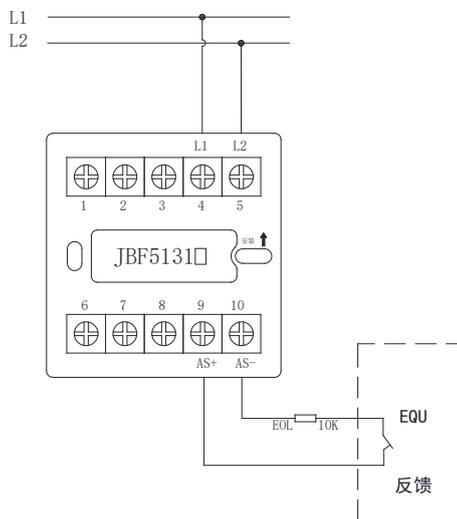

图 4 接线方式:监视无源断开应答的现场设备
- 监视无源断开应答的现场设备时：AS+（端子 9）、AS-（端子 10）：接应答（无源触点），连接在 AS+和 AS-上的监视设备的动开端必须串联 10KΩ 终端电阻。接线示意图如图 4: